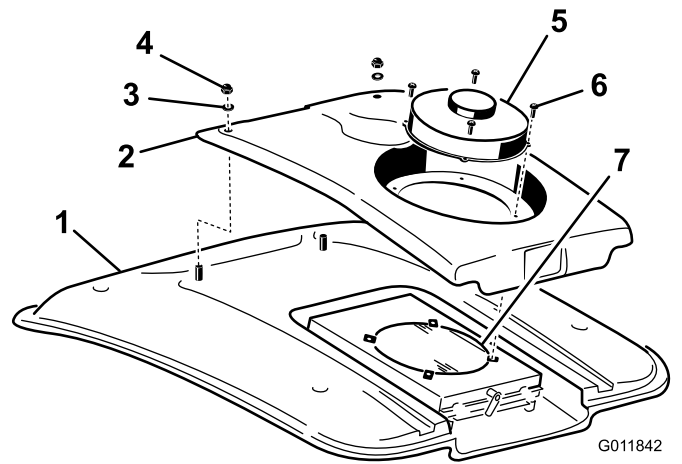

Figura 103
- 4. Retire las dos tuercas y arandelas que sujetan la parte delantera de la tapa del condensador al techo de la cabina (Figura 103).
- 8. Limpie a fondo el condensador del aire acondicionado con aire comprimido (Figura 103).
- 2. Retire los 4 tornillos que sujetan el ventilador y la tapa del condensador al soporte del ventilador (Figura 103).